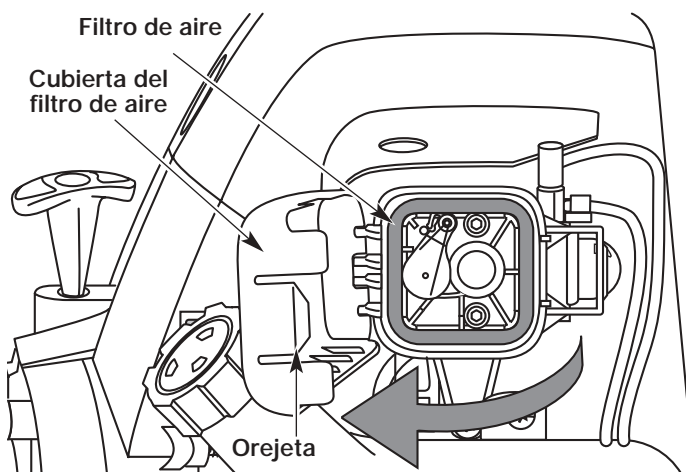

Figure 44
1. Abra la cubierta del filtro de aire. Empuje hacia adentro la orejeta del lado derecho de la cubierta, y extraiga la cubierta del filtro de aire hacia afuera y hacia la izquierda (Fig. 44).
2. Retire el filtro de aire (Fig. 44).
8. Mueva la cubierta hacia la derecha hasta que la orejeta del filtro de aire calce en su lugar en la ranura de la placa posterior (Fig. 44 & 48).